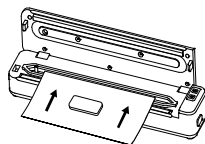

图1
3. 将保鲜袋开口端放进机器真空室内（一般超出真空室内壁3-5mm即可），确保袋子不漏气，如图1；